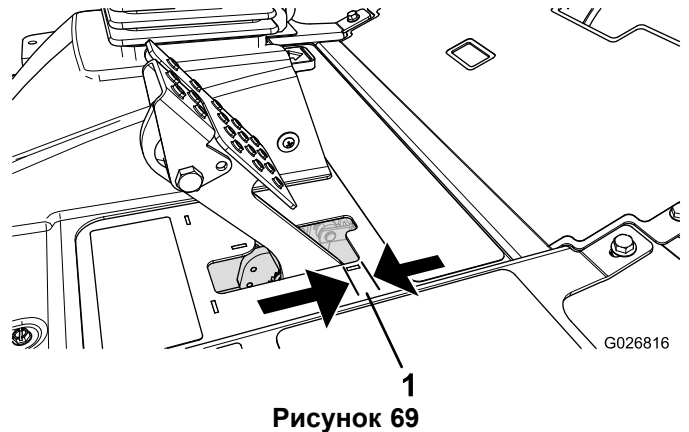

Рисунок 69
Тормоза необходимо отрегулировать, если свободный ход (Рисунок 69) педали тормоза превышает 2,5 см или если требуется большее усилие нажатия для торможения. Свободный ход — это расстояние перемещения педали тормоза до ощущения сопротивления тормозов.
2. Затяните заднюю гайку, чтобы переместить трос назад так, чтобы свободный ход педали тормоза составил от 6,3 до 12,7 мм (Рисунок 69) до момента фиксации колес.